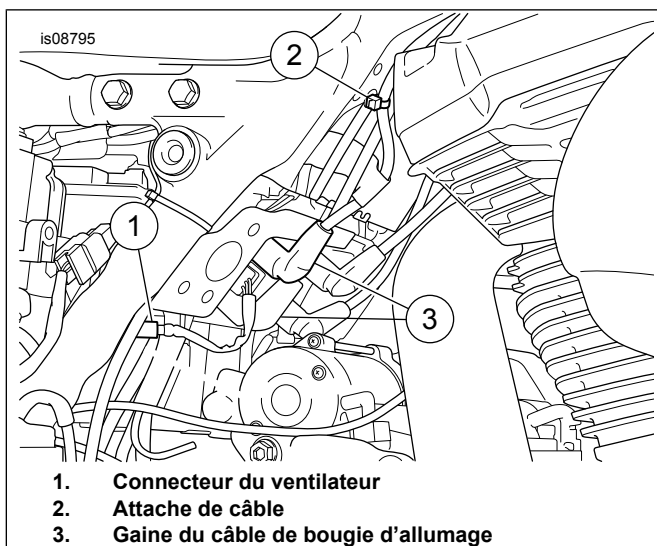

Figure 1. Connecteur du ventilateur
7. Consultez Figure 1. Situer et déconnecter le connecteur du ventilateur (1).
- Lorsqu'elles sont repositionnées, les gaines des câbles de bougie de droite (3) sur le bloc de bobinage devraient être orientées vers le côté gauche du véhicule.
- Voir Tableau 1. Le châssis comporte des trous pour permettre l'utilisation de sangles de câble d'arbre de Noël (12) pour faciliter l'acheminement adéquat du faisceau de câbles ou la fixation des câbles de bougie.
- Au moment d'acheminer les câbles de bougie d'allumage (2), veuillez vous assurer qu'il existe un dégagement suffisant entre le châssis et le bloc moteur.
Consultez Figure 1. Repositionner les gaines de câble de bougie du côté droit.